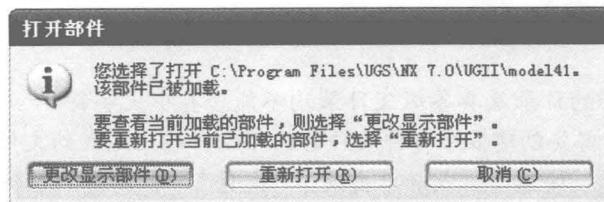

图 1-18 重复打开文件提示对话框
- 2) 如果选择一个已经载入的文件，系统将弹出提示对话框，如图 1-18 所示，用户可根据对话框内的提示信息进行操作。